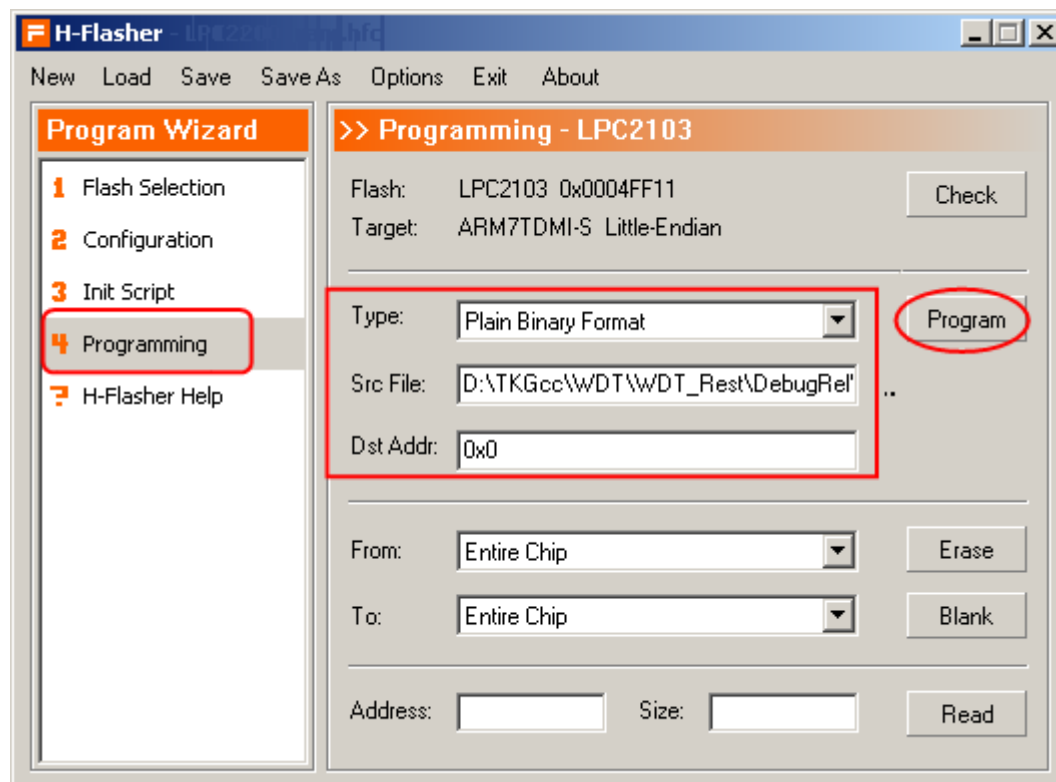
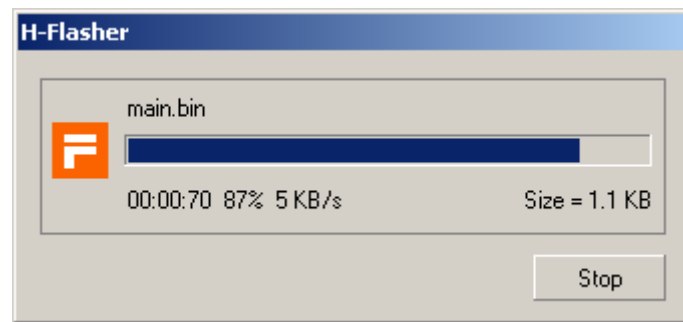

图 3.16 文件选择与烧写地址
图 3.17 烧写进度
(2) 选择【4 programming】项，右边的【Type】项选择“Plain Binary Format”，【Src File】项选择为工程目录\DebugRef 目录下的后缀名为.bin 的文件；【Dst Addr】填入要烧写的内存地址，本例子烧写地址为 0，然后点击【Program】按钮即可。如图 3.16 所示，此时将弹出一个烧写进度框。如图 3.17 所示。